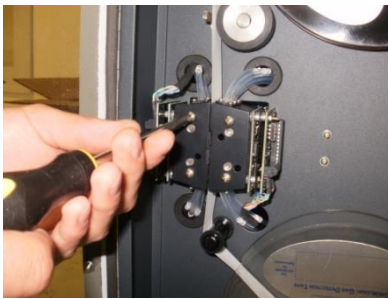

Abbildung H.1
- 3) Entfernen Sie die Abdeckung des Optikblocks sowie die vier Schrauben, die diese Blöcke halten (s. Abbildung H.1).